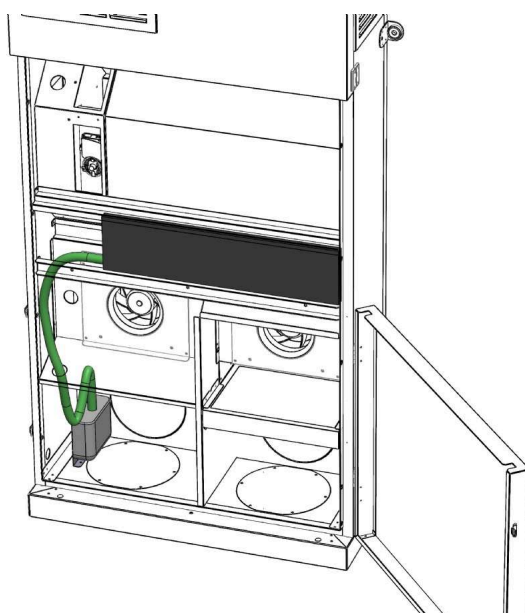

Fig. 14
Con questo accessorio (Fig.14) non è necessaria una linea idraulica di scarico condensa: essa viene nebulizzata e smaltita all'esterno dell'edificio mediante il flusso dell'aria espulsa, senza provocare gocciolamenti. La macchina potrà essere installata praticando solo le 2 aperture per le prese d'aria. Il kit è costituito da una pompa di drenaggio automatica collegata ad un ugello atomizzatore che verrà posizionato allo sbocco dell'aria espulsa nella parete, mediante tubo e supporti forniti a corredo. Se l'unità è richiesta con l'accessorio **PA** per installazione verticale, la pompa viene montata internamente, mentre se viene installata orizzontalmente, la pompa dovrà essere posizionata immediatamente sotto lo scarico laterale.
*With this accessory (Fig. 14), a condensate drain line is not required: it is atomized and disposed out of the building by the exhaust air stream, without drops. The unit can be installed by making only the 2 openings for the air vents. The kit consists of an automatic drainage pump connected to a spray nozzle which will be positioned at the outlet of the exhaust air in the wall, using the supplied pipe and supports. If the unit is required with the **PA** accessory for vertical installation, the pump is mounted inside, while if it is installed horizontally, the pump must be positioned immediately under the discharge on the side.*